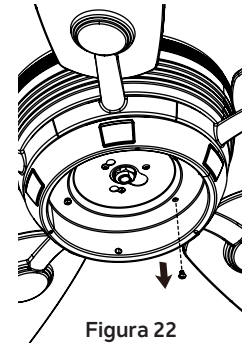

Figura 22
Paso 1. Retire uno de los tres tornillos de la placa de luz, afloje los otros dos (pero no los quite). (Figura 22)